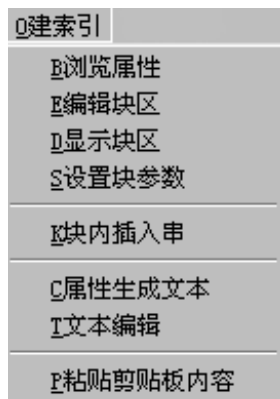

图 9-15 建索引菜单
- (2) 建索引输入文字。该方法主要适用于输出 MAPGIS 图形的属性数据。利用该方法可直接接收 MAPGIS 图形的属性数据，避免缓慢的手工输入。具体操作如下：
- ① 设置字符串的缺省版式：同手工输入文字。
② **浏览文件属性**：在建索引菜单下选择“浏览属性”，如图 9-15 所示：